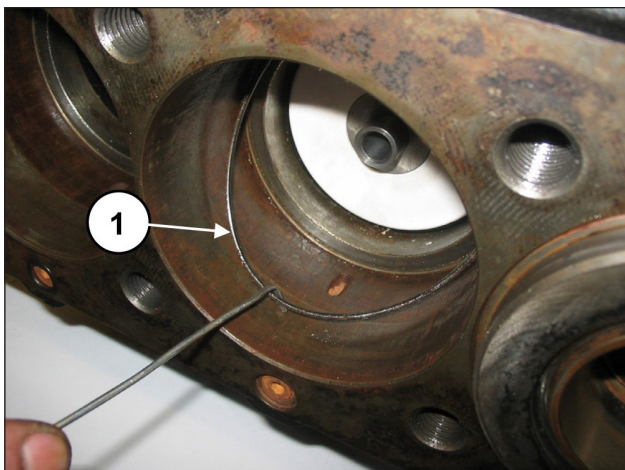

Fig. 155
Remova o anel circular de fundo do suporte do forro, se não permanecer no interior do carter da bomba (pos. ①, Fig. 155).